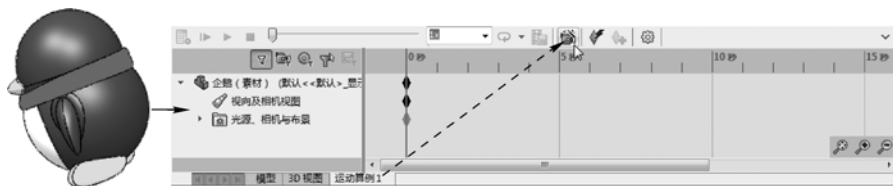

图 5-2 打开素材并切换到“运动算例”面板
STEP ① 打开本书提供的素材文件“企鹅（素材）.SLDPRT”，切换到“运动算例”面板，如图 5-2 所示，然后单击“动画向导”按钮，打开动画向导。